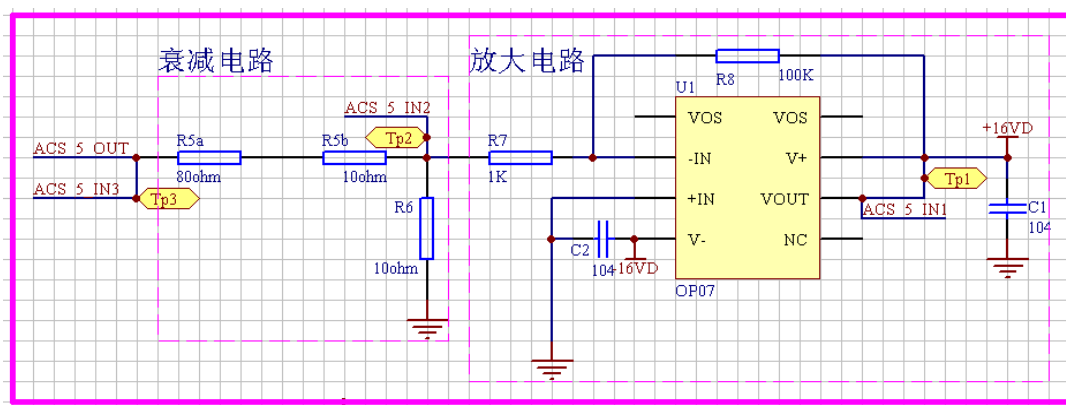

图 3.1 ACS 测试线路图
#### (1) 示例线路如下图 3.1:
如上图 3.1，ACS 测试卡含有一个 OUT（输出）通道和四个 IN（输入）通道，输出通道输出交流信号；输入通道输入交流信号，且测量输入信号的有效值。我们先通过 ACS\_OUT 通道输出一段正弦信号，用 ACS\_IN3 通道来自测其有效值，R5a, R5b, R6 组成的衰减电路使信号缩小 10 倍，再用 ACS\_IN2 通道来测量经过衰减后信号的有效值，再利用 R7, R8, U1 组成的放大电路放大 100 倍，ACS\_IN1 通道来测量放大后信号的有效值。